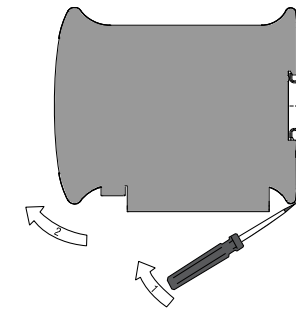

Abb. 3 MSD200 von DIN-Schiene abnehmen
- Ziehen Sie die Lasche auf der Unterseite des Geräts nach unten (Abb. 3)